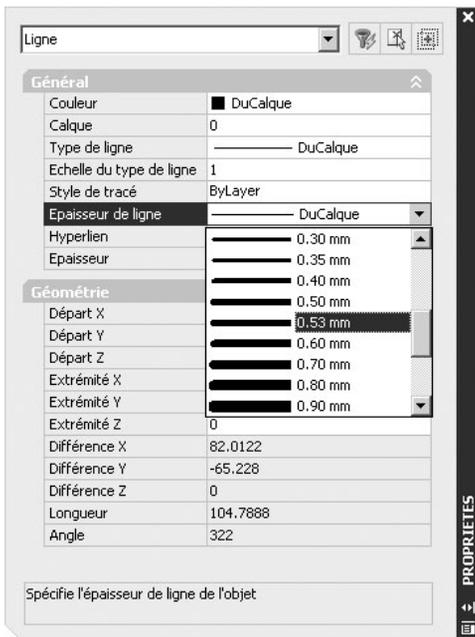

Fig.6.39
- 1 Exécuter la commande de modification de couleur à l'aide d'une des méthodes suivantes (fig.6.39) :